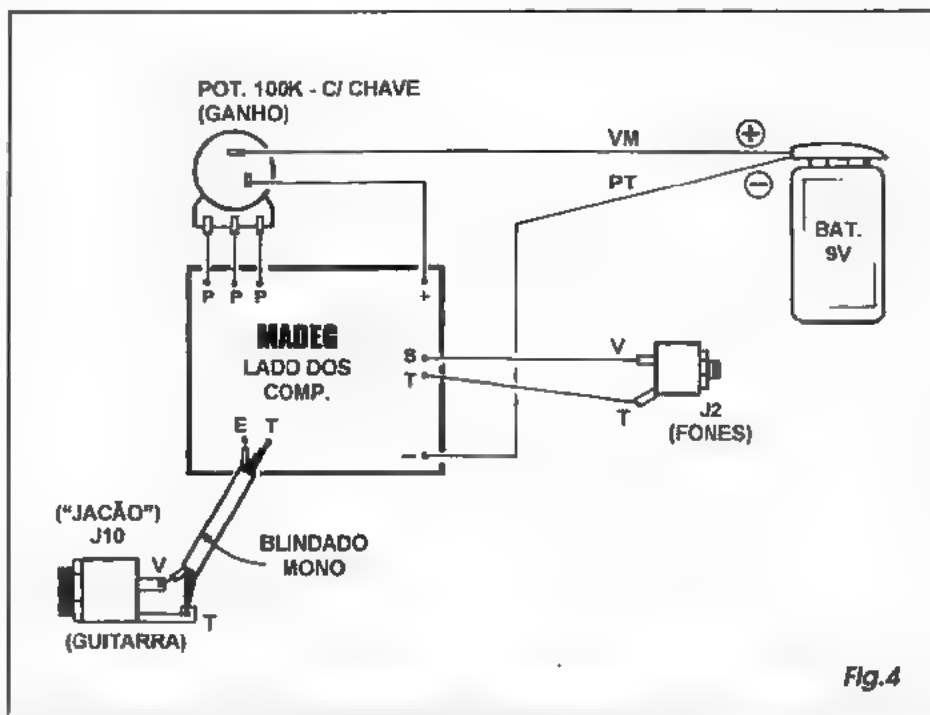

Fig.4
- **FIG. 4 - CONEXÕES EXTERNAS À PLACA** - No diagrama, a plaquinha ainda é vista pela sua face não cobreada (como na figura anterior...), porém agora *desprezando-se* os componentes já soldados sobre o impresso, de modo a descomplicar o visual e facilitar a interpretação... O que nos interessa agora são as conexões externas, feitas *da placa para fora*, todas elas relativas a algumas ilhas periféricas (dispostas junto às bordas do impresso) já identificadas/codificadas desde a figura anterior... Notar as ligações dos pontos **P-P-P** aos terminais do potenciômetro (este visto *pela traseira*, na figura...) e observar também a polaridade dos cabinhos da alimentação, vindos do *clip* da bateria... Quanto a estes, lembrar que a cor **vermelha** codifica o **positivo (+)** e a cor **preta** o **negativo (-)**... Os dois terminais existentes na traseira do potenciômetro, correspondentes à chave interruptora a ele incorporada, devem ser eletricamente intercalados no fio **vermelho**, (**positivo**) vindo do *clip*... Identificar corretamente os terminais **vivo (V)** e **terra (T)** do *jacão* (entrada para o cabo da guitarra...) e ligá-los diretinho aos condutores (respectivamente o interno e a malha metálica...) do cabo blindado mono, cuja outra extremidade vai aos pontos (ainda respectivamente...) **E** e **T** da pla-